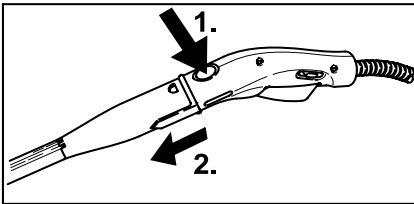

Figure 6
- Pour démonter les accessoires, appuyer sur la touche de déverrouillage (C2 ou G2) et déconnecter les pièces les unes des autres (voir Figure 6).